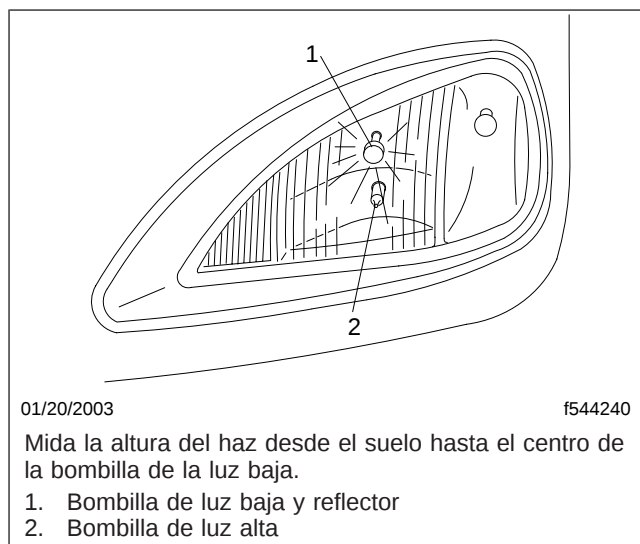

Figura 14.2, Altura del haz de los faros
2. Encuentre el centro de la bombilla de cada faro. Vea la Figura 14.2.